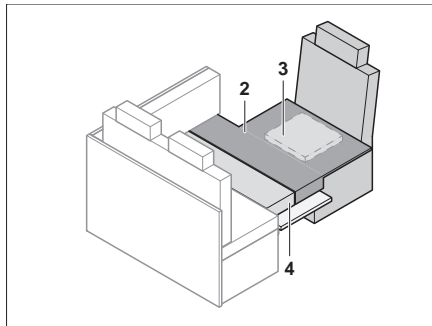

Fig. 142 Après la transformation
- Placer le coussin supplémentaire comme montré en Fig. 142.